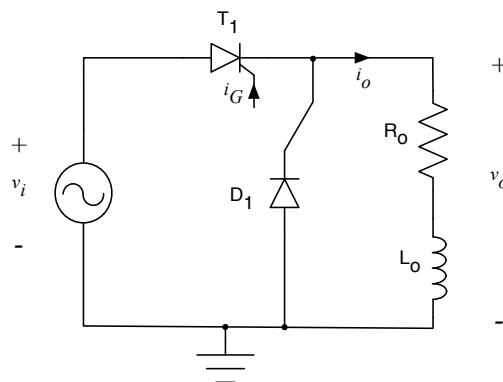

Figura 21 – Circuito para exercício proposto 02.
**EP 02)** Considerando o circuito da Figura 21 operando com diodo de roda-livre e que a fonte de alimentação seja de 15 V (eficazes), o tiristor e o diodo são ideais, o tiristor será acionado com ângulo de  $30^\circ$  e a carga tem resistência de  $5 \Omega$  e indutância de 50 mH, determine: